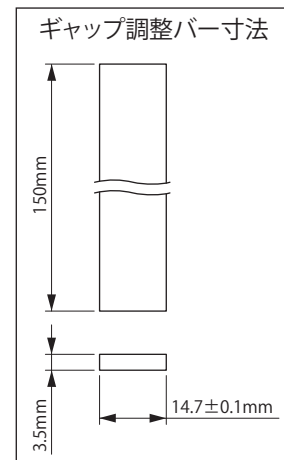

図 8-41
- (3) アウターディスク⑭とセンターリング①の間から、ギャップ調整バー (お客様で角板をご準備ください。図 8-41 参照) をギャップ調整ネジ②の溝に差し込んでください。